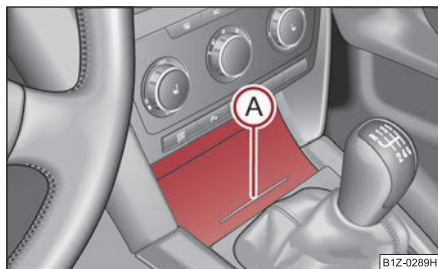

Fig. 120 Consola centrală față: Compartimentul de depozitare
- Apăsați în partea inferioară a capacului compartimentului, în zona **A** ⇒ fig. 120 - capacul se deschide.